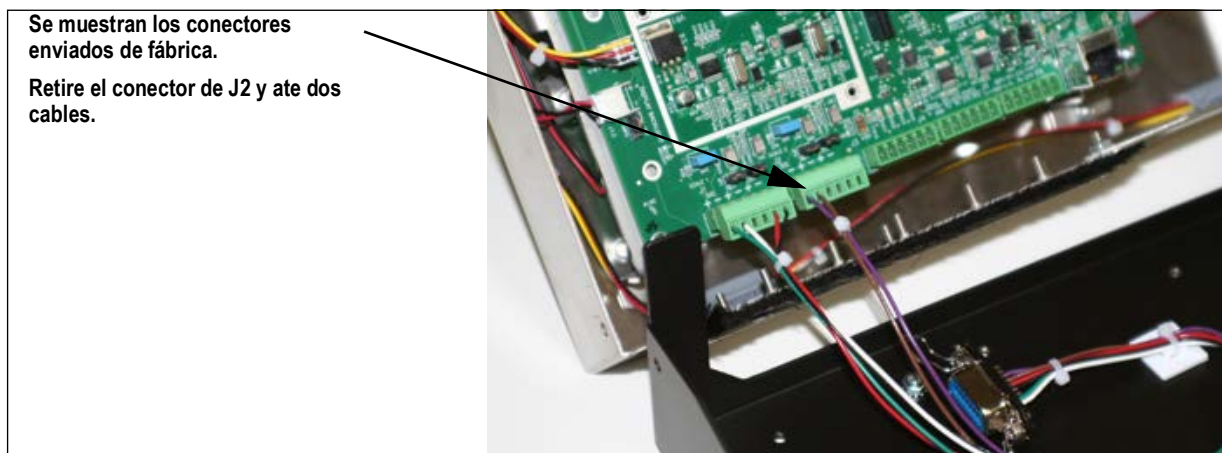

Figura 2-8. Ubicación del conector J2
3. Enchufe en el conector J2 de la placa de CPU (Figura 2-8 en la página 16).